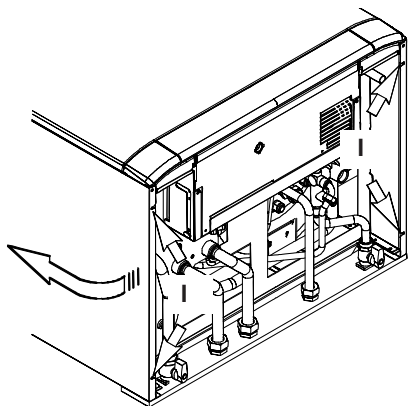

рисунок 5.3
- Отверните болты I (рисунок 5.3).